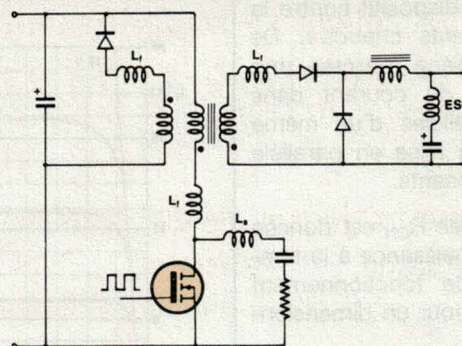

Fig. 2b.
- L'inductance série parasite L_s et l'inductance de fuite L_1 du transformateur peuvent générer des oscillations et, par là même, des surtensions très importantes aux bornes du transistor (cf. fig. 2b).